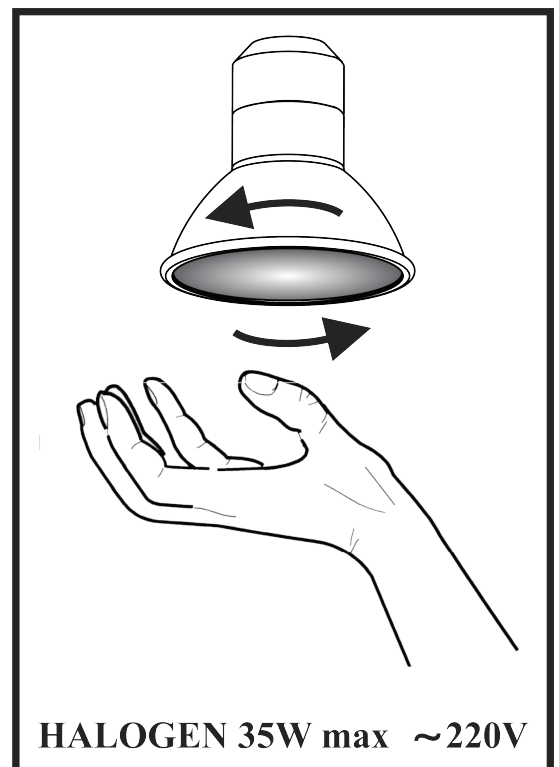

Рис.7
8.9 На витяжці встановлення **HALOGEN** лампа для підсвітки робочої зони плити. Перед початком заміни лампи освітлення необхідно відключити витяжку від електромережі, дати можливість охолонути лампі. Для заміни лампи необхідно відкрити **декоративне скло**, зняти алюмінієвий фільтр натиснувши на **пружинну засувку**, утримуючи тримач патрона, злегка надавити на **лампу** в напрямку патрона і, повернувши її проти годинникової стрілки, вийняти з корпусу витяжки (рис.7).